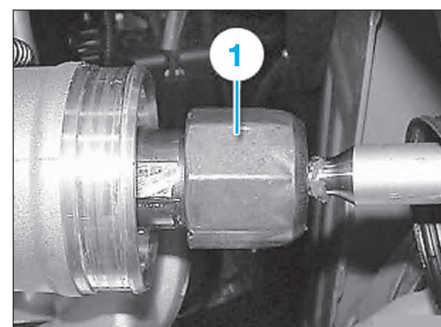

FIG. 12
- A l'aide d'un outil de modèle courant (38 mm), dévisser l'articulation (1) sur la crémaillère du boîtier de direction (Fig.12).